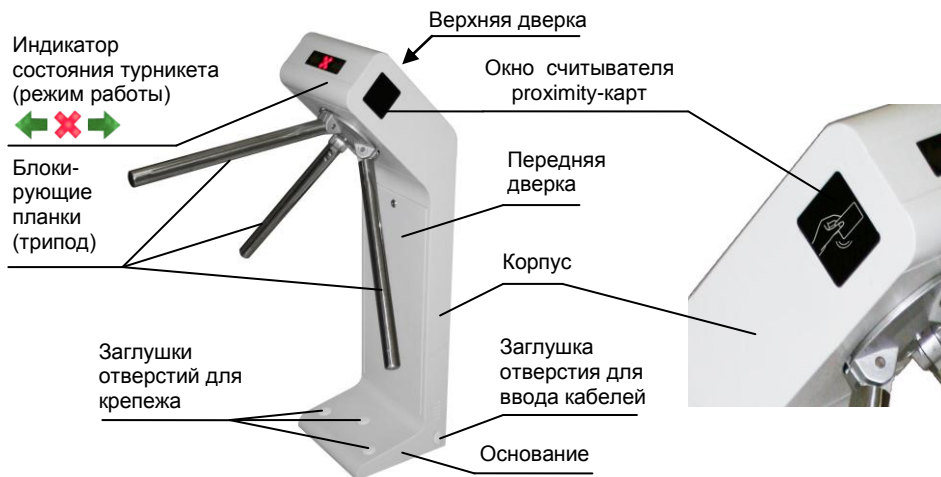

Рис.1 Общий вид турникета
В составе турникета **SA301-E300-EM** установлены два бесконтактных считывателя «Портал» вариант 10 для обеспечения прохода в обоих направлениях (вход/выход). Считывание карты подтверждается сигналом зуммера и кратковременной сменой свечения индикатора состояния турникета (с красного крестика на зелёную стрелку) на лицевой стороне устройства (рис.1).
В составе турникета **SA301-E300-MF** установлены два бесконтактных считывателя MATRIX-II для обеспечения прохода в обоих направлениях (вход/выход). Считывание карты подтверждается сигналом зуммера и кратковременной сменой свечения индикатора состояния турникета (с красного крестика на зелёную стрелку) на лицевой стороне устройства (рис.1).
Для ввода/вывода кабелей в основании турникета предусмотрено три отверстия (справа, слева и сзади) с установленными заглушками (рис.1, 5).
- на индикаторе состояния (рис.1) засветится красный крестик, необходимо поднять блокирующую планку (должна зафиксироваться в поднятом состоянии) – турникет находится в режиме «Ожидания»;